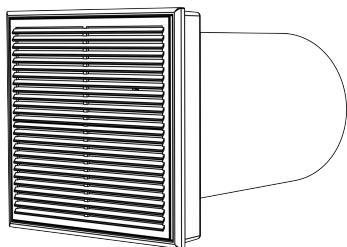

Рис. 2 Вентиляционный блок
**Вентиляционный блок** рис.2 и 5 - основной элемент прибора. Он включает в себя соединенные последовательно два теплообменника и узел вентилятора, встроенные в общую обечайку. Для подвода и подключения проводов питания и проводов внешних управляющих устройств к блоку управления имеется набор шлейфов. Вентиляционный блок поставляется в собранном состоянии, готовом для монтажа. Его разборка потребуется Вам только для очистки от пыли после длительной эксплуатации.
**Корпус с блоком управления и клапаном** в УВРК-50МК рис.6 выполнен в виде пластиковой коробки, в которой размещены плата блока питания, плата блока управления и клапан. Сбоку на корпусе размещены выключатель для включения (выключения) прибора и светодиоды индикации режимов работы. С лицевой стороны корпус имеет решетку-воздухораспределитель с фильтром грубой очистки G 3 . С тыльной стороны (которая прилегает к стене) корпус имеет окно для подключения к прибору электропитания 220 В и окно для подключения вентиляционного блока. В УВРК-50М и УВРК-50МА корпус с блоком управления установлен в вентиляционном блоке (рис.2)